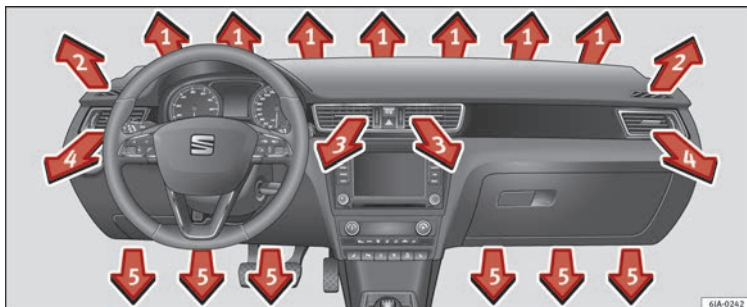

Abb. 168 Luftaustrittsdüsen.
- Zur Änderung der Höhe des Luftstroms schwenken Sie den Schiebereglern nach oben oder unten. » Abb. 168.
Die Einstellung des Luftaustritts aus den Düsen erfolgt über den Regler **C** » Abb. 169. Die Luftaustrittsdüsen **3** » Abb. 168 und **4** können Sie einzeln schließen und öffnen.